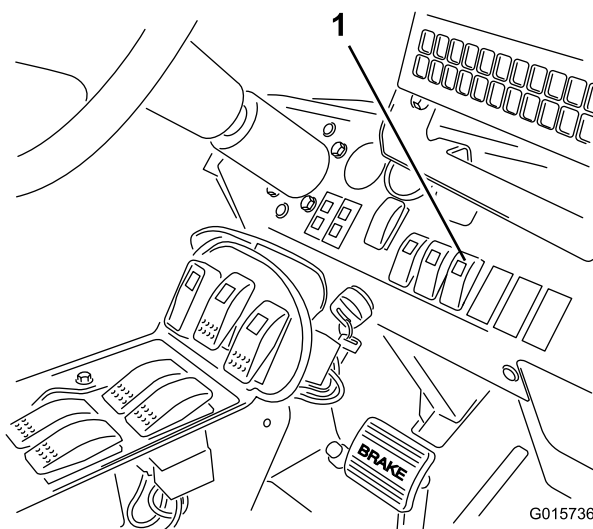

Figura 23
4. Pressione o interruptor da rampa Sonic ao tablier para a posição Auto (Figura 23).